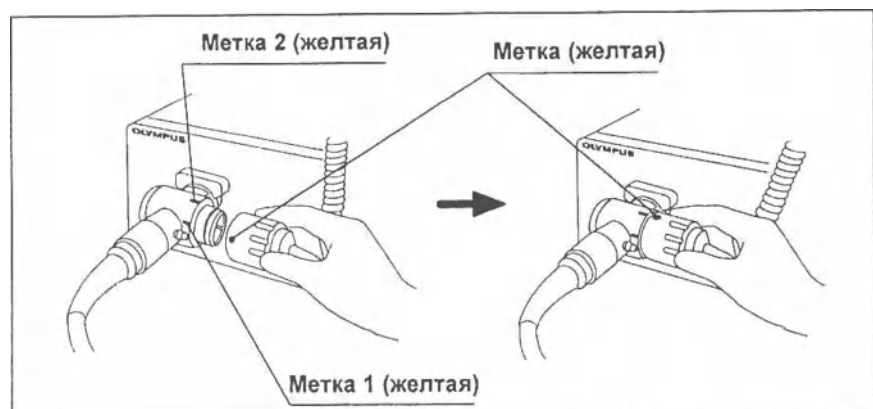

Рисунок 3.17.
4. Совместите метку на кабеле видеоскопа EXERA или на кабеле видеоскопа 100 с меткой 1 на световодном разъеме эндоскопа и вставьте кабель до упора (см. Рисунок 3.17.).
5. Поверните адаптер кабеля видеоскопа по часовой стрелке до упора (см. Рисунок 3.17.).